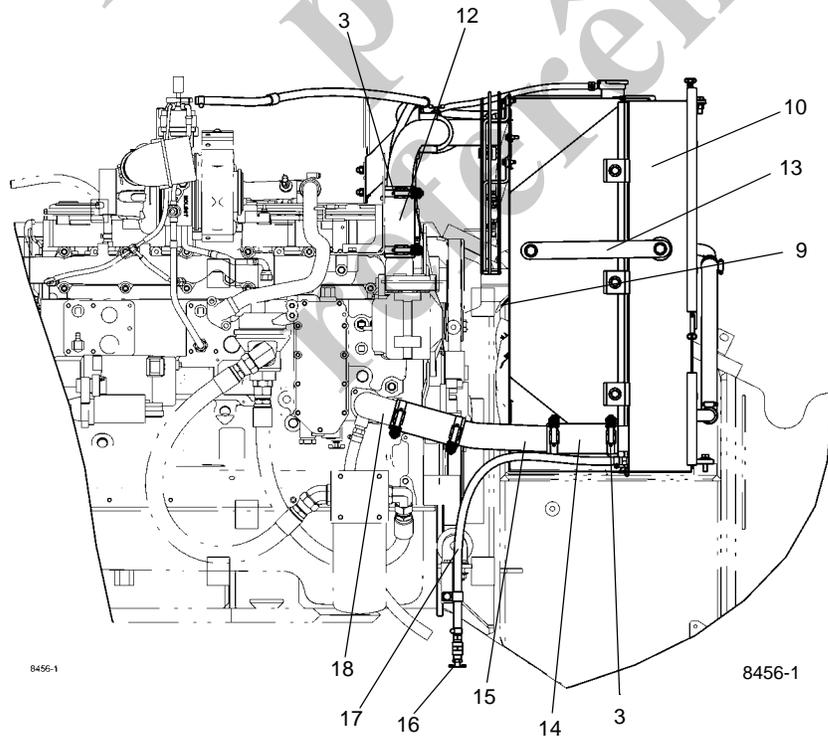

FIGURA 7-16
2. Bujões de dreno - A camisa de água de cada motor pode possuir um ou mais bujões de dreno (consulte Figura 7-16). Eles devem receber cuidados periódicos e devem ser mantidos livres de ferrugem e escamas.